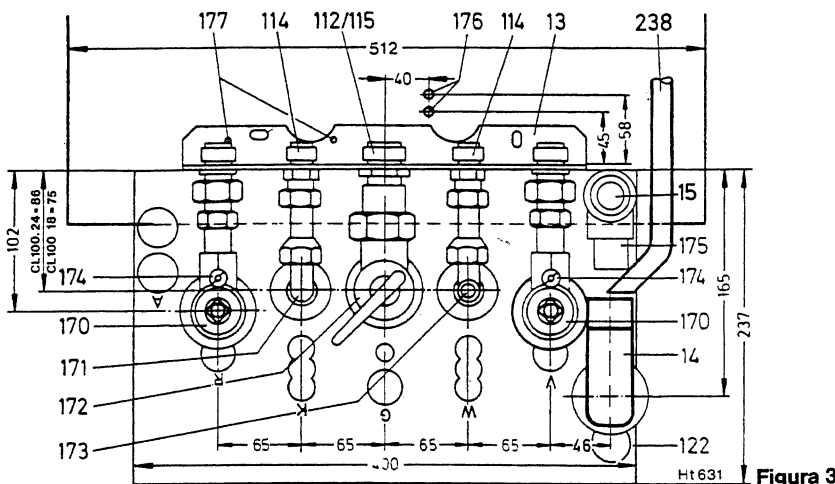

Figura 3
Per una ordinata preinstallazione dei raccordi terminali dell'impianto e dei relativi accessori a pareti intonacate o piastrellate, viene fornita una piastra di allacciamento. Inoltre, per tracciare la posizione esatta dove uscire dal muro con le tubazioni dell'impianto, usare la dima di premontaggio (122), figura 3, numero d'ordinazione 8 719 918 020. Per caldaie per gas liquido usare il foro G da 12 mm. Rimuovere la dima prima di installare gli accessori e la piastra di allacciamento. Le guarnizioni sono appese sotto la caldaia. Le viti di fissaggio (6 x 50 mm) con relativi accessori si trovano nella confezione della piastra di allacciamento.